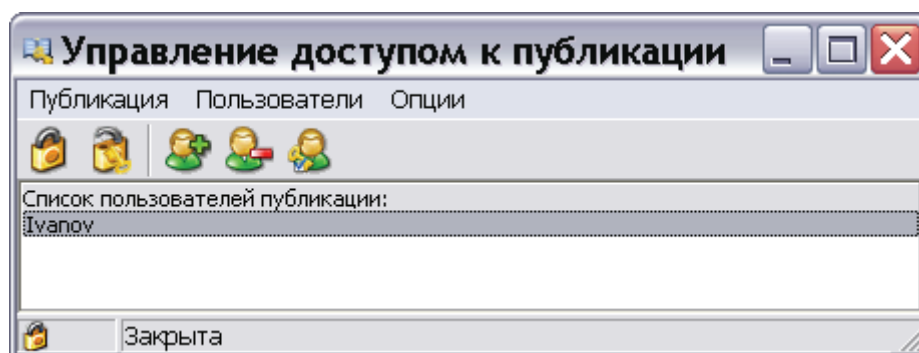

Рис. 3.120
1. Запустите файл утилиты TGPubAccess.exe и введите пароль входа в утилиту. После этого откроется окно **Управление доступом к публикации** (Рис. 3.120).